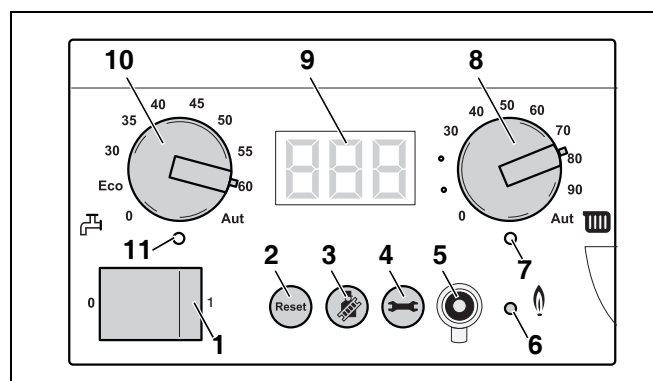

Fig. 55 Basiscontroller BC10
Med panelafbryderen (fig. 55, pos. 1) kan kedlen tændes og slukkes.
Hvis der opstår en fejl, kan det være nødvendigt at genstarte kedlen ved hjælp af tasten "Reset" (fig. 55, pos. 2).
Med "skorstensfejer"-tasten (fig. 55, pos. 3) kan kedlen indstilles til røggastest, servicedrift og manuel drift.
Under skorstensfejerdrift, servicedrift og manuel drift gælder en maksimal varmtvandstemperatur, som svarer til indstillingen for drejeknappen "Maksimal varmtvandstemperatur" (fig. 55, pos. 8) på basiscontroller BC10.
- Begræns den maksimale kedeltemperatur med drejeknappen "maksimal kedeltemperatur" (fig. 55, pos. 8) til den tilladte fremløbstemperatur for gulvvarmekredsen (for det meste maksimalt 40 °C).
Med tasten "Statusindikator" (fig. 55, pos. 4) kan den aktuelle kedeltemperatur, det aktuelle anlægstryk osv. vises på displayet.